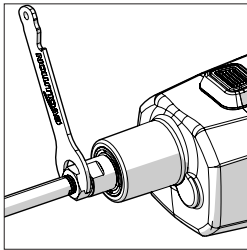

Abb. 2
**Hinweis:** Die Spindel (Abb. 2) der Maschine ragt aus der Motoreinheit heraus und verfügt über zwei eingearbeitete Vertiefungen, in die der mitgelieferte Maulschlüssel gelegt wird. Im innen liegenden Loch der Spindel befindet sich ein 14-mm-Gewinde. Dieses Innengewinde ist das Pendant zum 14-mm-Gewinde an der Welle des Rührers. Der Rührer muss auf die Maschinenspindel geschraubt und sicher festgezogen werden.